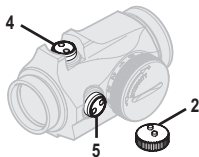

Fig. 3 Cache de réglage
- Utilisez le cache de réglage (2) ou l'outil (13A) pour faire tourner les vis de réglage. Insérez les boutons du cache de réglage (2) dans les trous des vis de réglage (4) et (5). Voir Fig. 3.